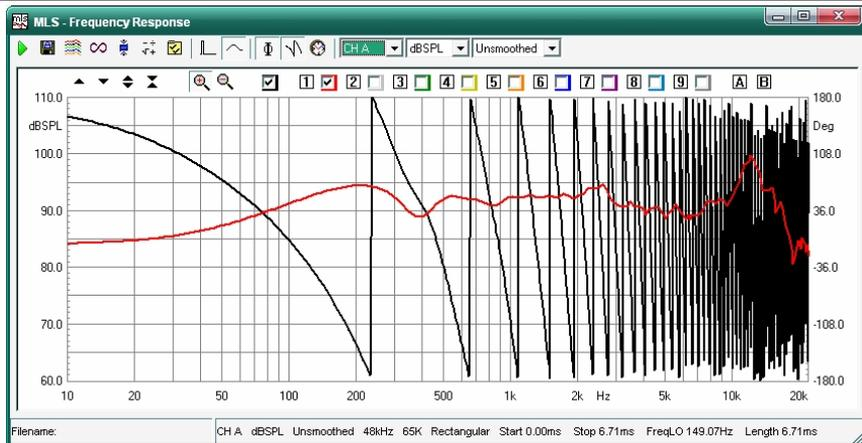

图9-18
8) 要想获取该被测试扬声器的实时相位，只需点  相位图标即可显示相位如图9-18的黑色曲线。因为进行测量时信号通过功放放大再到被测试扬声器的两端会有信号的延时存在，所以如想要获取该被测试扬声器的真实相位同时还需要剔除信号的延时才可以。